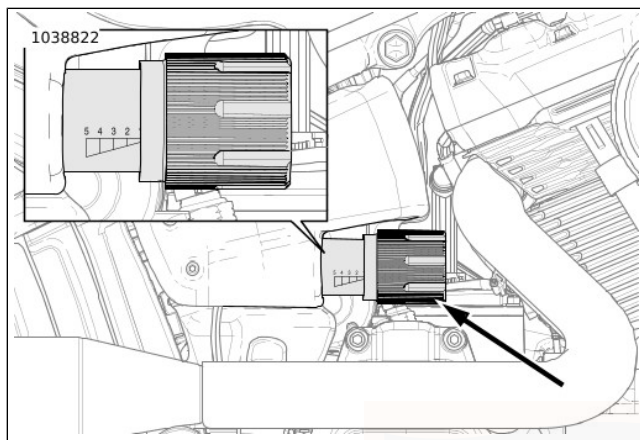

Figura 10. Manopola di registrazione della precarica
- Inserire la linguetta del KIT CHIAVE REGOLABILE (N. CODICE: 14900102) nelle scanalature presenti nell'ammortizzatore posteriore, girare la camma fino a quando la spia (1) indica un'impostazione corretta della precarica (2).
2. **Idraulico esterno:** vedere Figura 10.